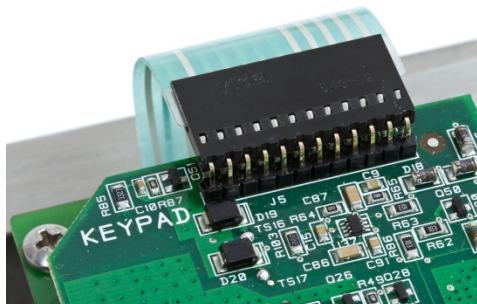

Figura 3-29: Connettore tastiera sulla IND560x-PAB
7. Collegare il cavo della tastiera al nuovo punto di connessione sull'IND560x-PAB. Questo nuovo punto di connessione è indicato con "KEYPAD" (Figura 3-29).